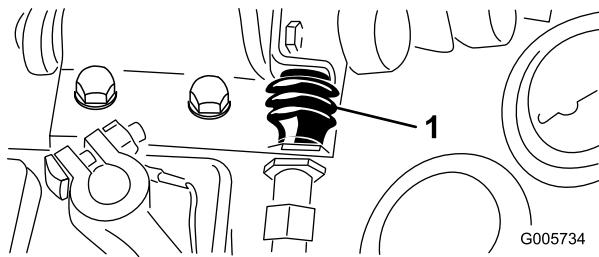

Bild 71
3. Nehmen Sie den Schuh vom Tastenende des ZWA-Schalters (Bild 71). Bewahren Sie den Schuh auf. Klemmen Sie die Schalterleitungsklemmen ab.